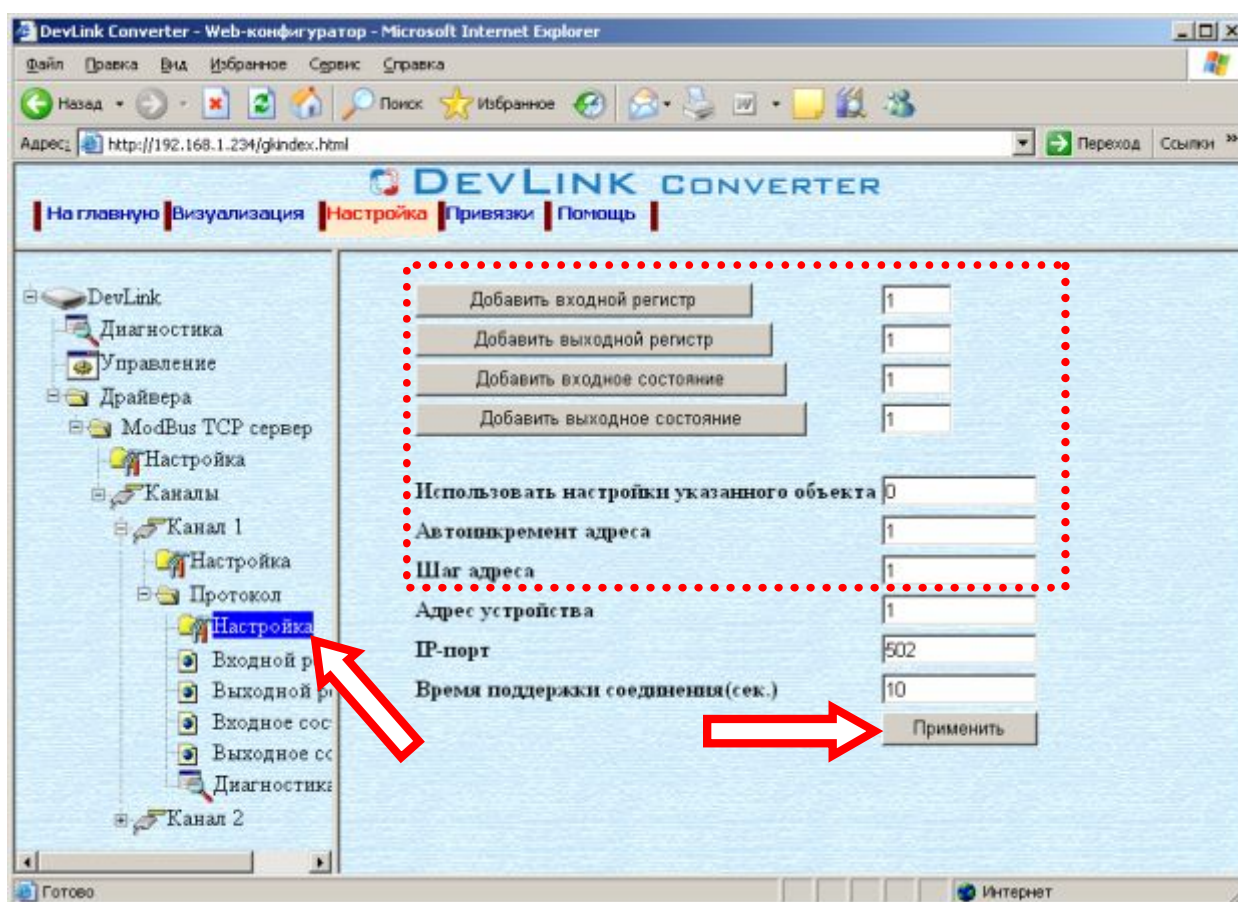

Рисунок 3.5 – Добавление регистров
- Выберите в дереве объектов папку «Настройка» протокола драйвера нужного канала (рисунок 3.5).
- Нажмите на кнопку «Добавить ...». В результате будет произведено добавление в канал соответствующего количества новых регистров. Дерево объектов будет обновлено. Соответствующая папка канала драйвера должна содержать новые объекты информации (рисунок 3.5).
- Выберите в дереве объектов *папку «Настройка»* протокола нужного канала драйвера (рисунок 3.5).